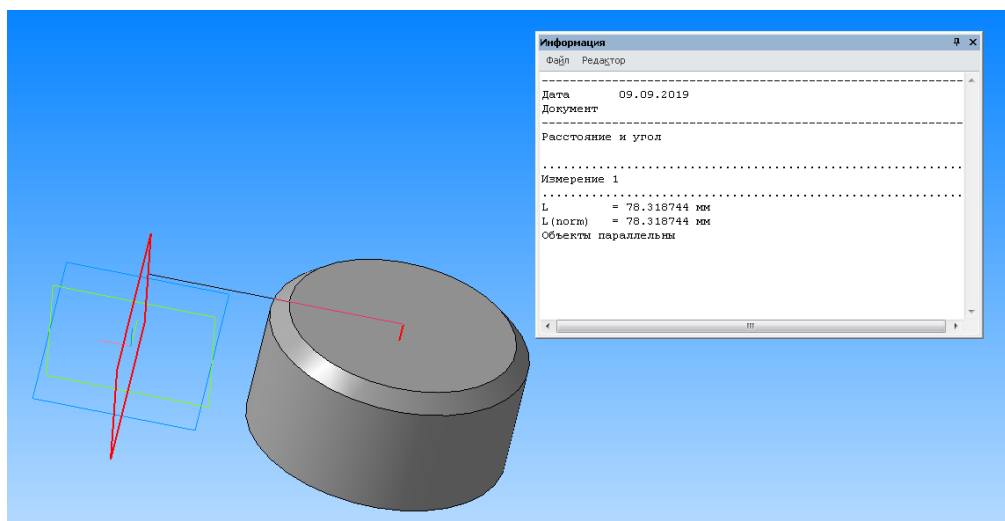

Рис. 40.
– указать **Плоскость ZX** и созданную ось в дереве модели, после чего появится окно (рис. 40). Нужно скопировать расстояние L.